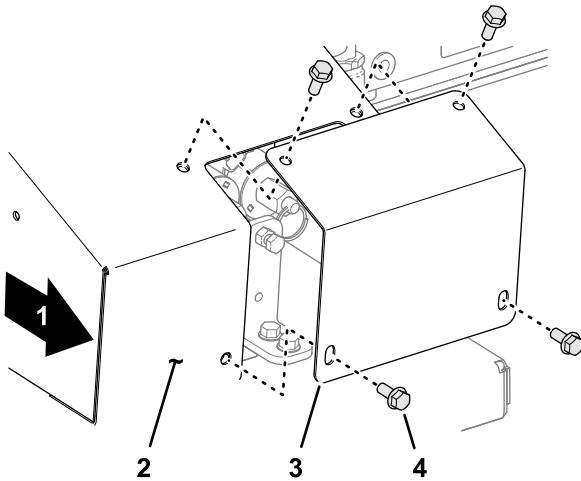

Figure 32
- Sur le côté droit de la machine, retirez les 4 vis à embase qui fixent le capot de protection au couvercle de la commande manuelle (Figure 32).